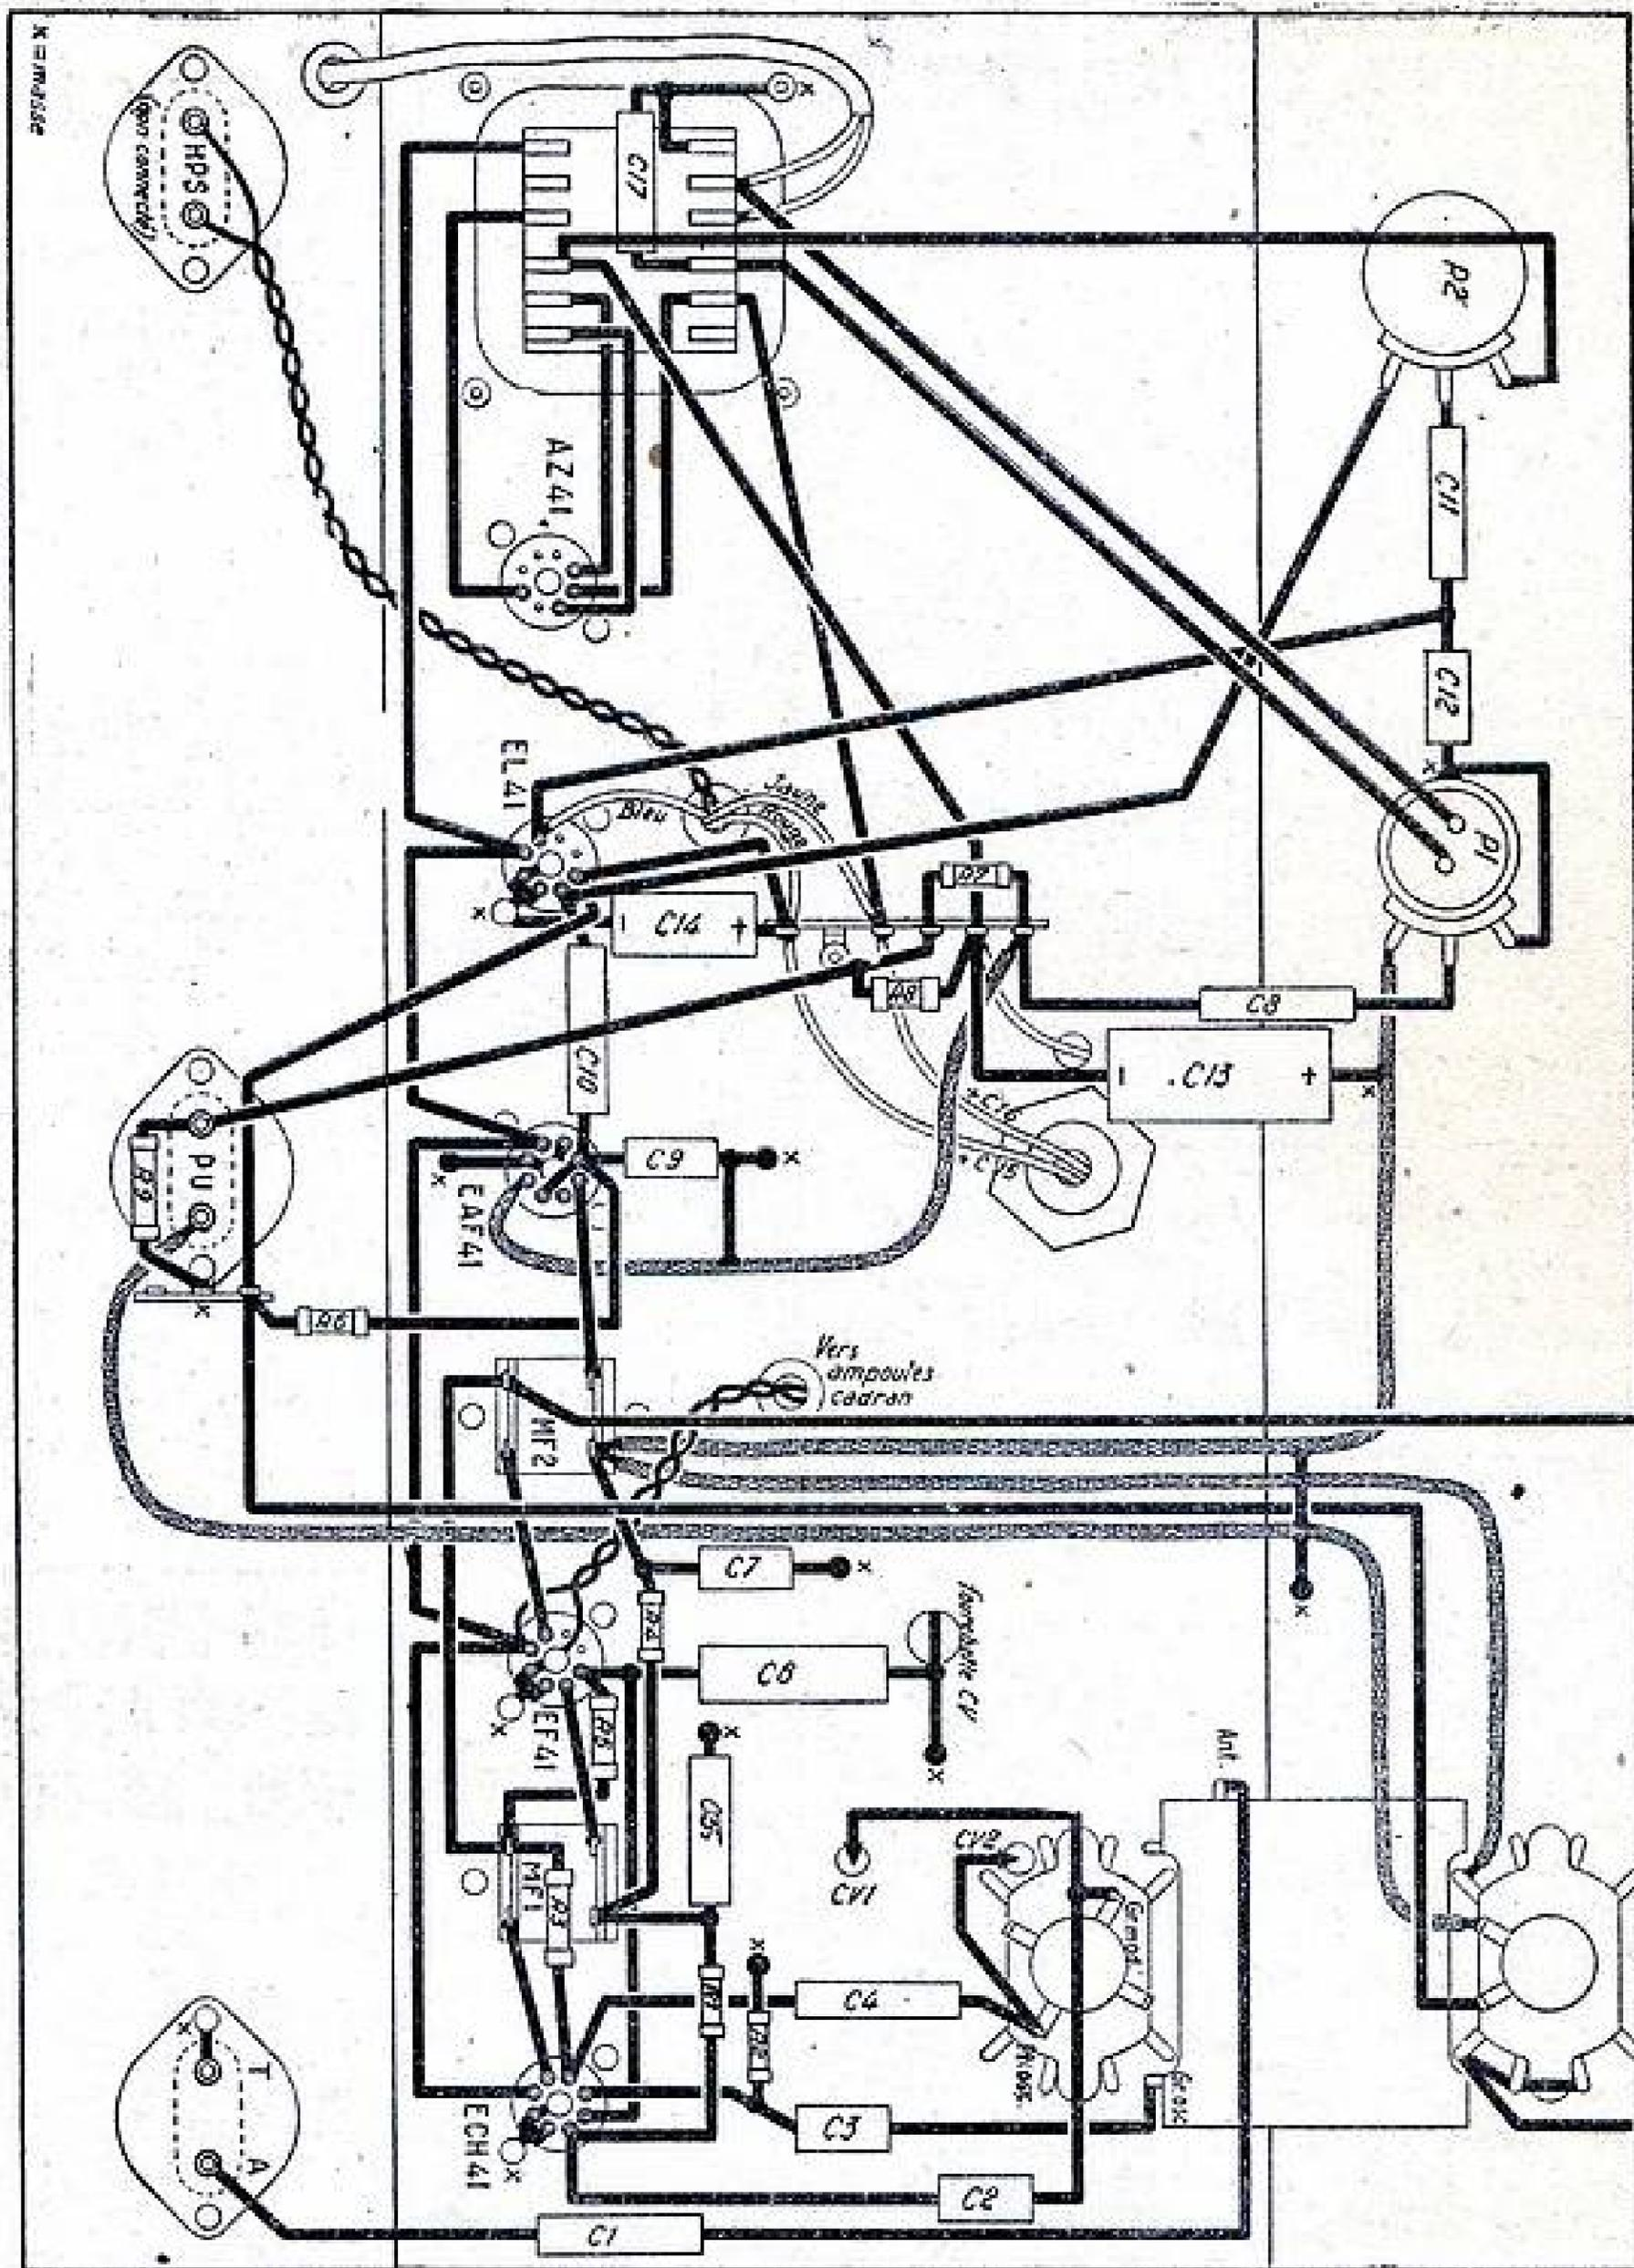

Figure 2
**Réglage des bobinages.** — Tout d'abord, indiquons l'emplacement des différents vis de réglage du bloc, d'avant en arrière et de gauche à droite (fig. 2). Première rangée: noyau accord GO, trimmer accord GO; trimmer oscillateur GO, noyau oscillateur GO. Deuxième rangée: noyau accord PO, noyau oscillateur PO. Troisième rangée: noyau accord OC, trimmer accord OC, trimmer oscillateur OC, noyau oscillateur OC.